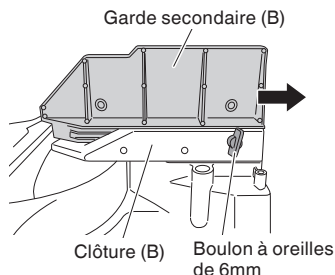

Fig. 11
Cet outil électrique est équipé d'une garde secondaire (B). Dans le cas d'une coupe à angle direct et d'une coupe en biseau à droite, utiliser la garde secondaire (B). On pourra ensuite exécuter une coupe stable du matériau avec une large face arrière. Lors d'une coupe d'angle vers la gauche, desserrer la vis papillon de 6 mm, puis faites glisser la garde secondaire (B) vers l'extérieur, comme le montre la Fig. 11.